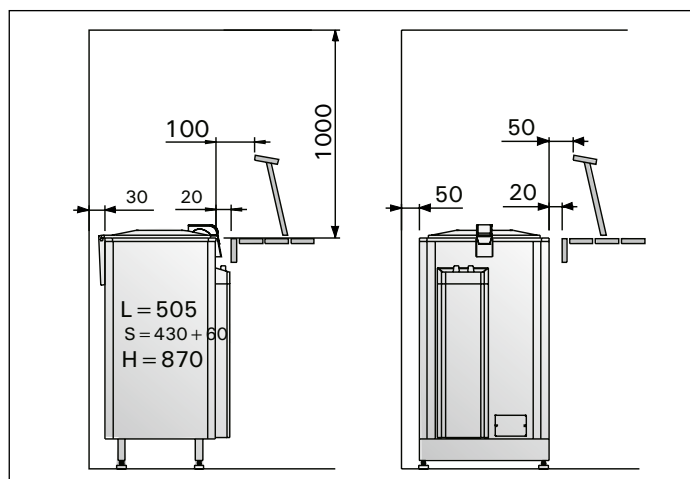

Рис. 6. Расстояния безопасности
- при расположении каменки выполняются условия минимальных расстояний, изображенных на рис. 6. Значения необходимо соблюдать, так как пренебрежение ними может привести к возникновению пожара.
При установке защитного ограждения вокруг каменки следует соблюдать расстояния, указанные на рис. 6.